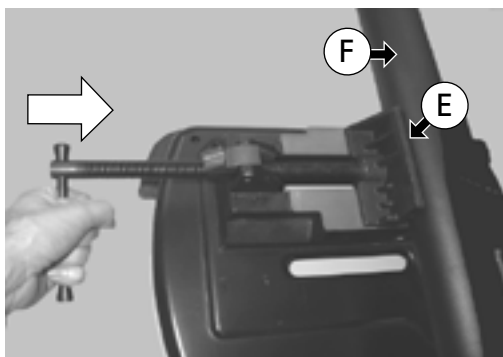

Fig. 17
3. Coloque a peça a cortar (F) e rode a manivela na direcção da seta - (Fig. 17) - até a face frontal do torno se encontrar em contacto (E) com a peça a cortar (F).